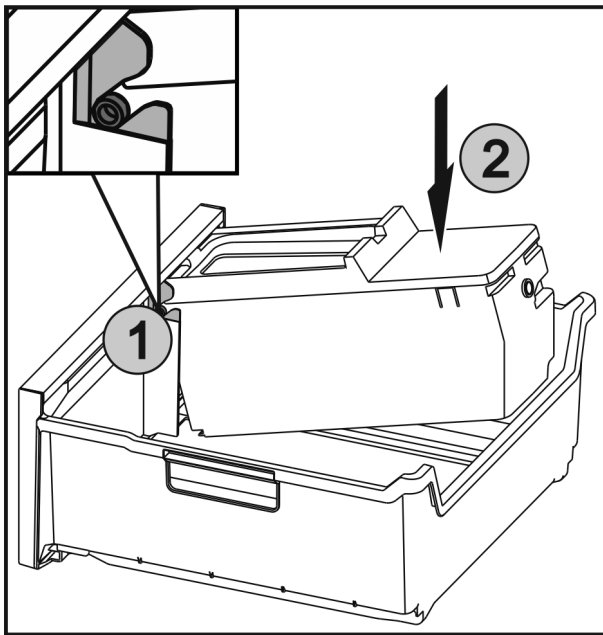

Fig. 58
- ▶ Insérer les axes Fig. 58 (1) sur l'EasyTwist-Ice dans les guides et appuyer sur le côté arrière Fig. 58 (2) jusqu'à ce que la languette s'enclenche.